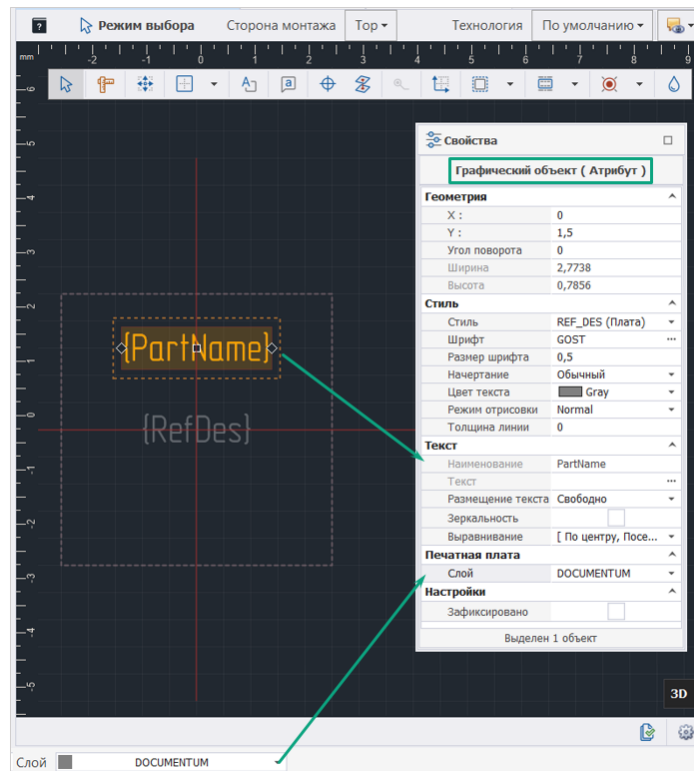

Рис. 113 Свойства размещенного атрибута
5. При выделении размещенного атрибута семейства в функциональной панели «Свойства» отображаются свойства выделенного атрибута, см. Рис. 113.